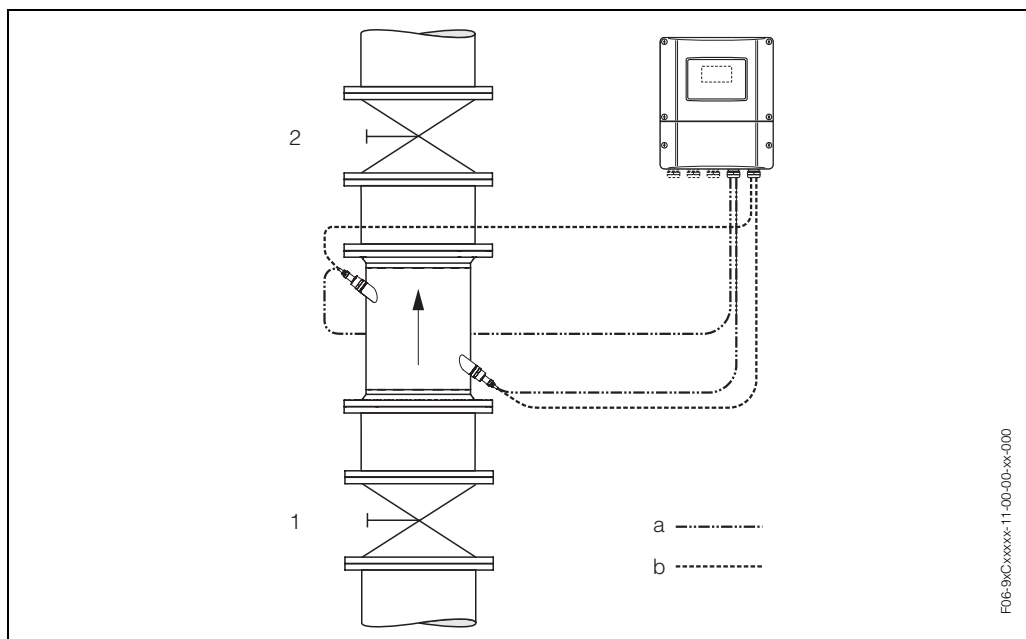

Abb. 32: Nullpunktgleichung und Absperrventile
- Der Nullpunktabgleich findet bei vollständig gefülltem Rohr und Nulldurchfluss statt ($v = 0$ m/s). Dazu können z.B. Absperrventile vor bzw. hinter dem Messbereich vorgesehen werden oder bereits vorhandene Ventile und Schieber benutzt werden (Abb. 32).